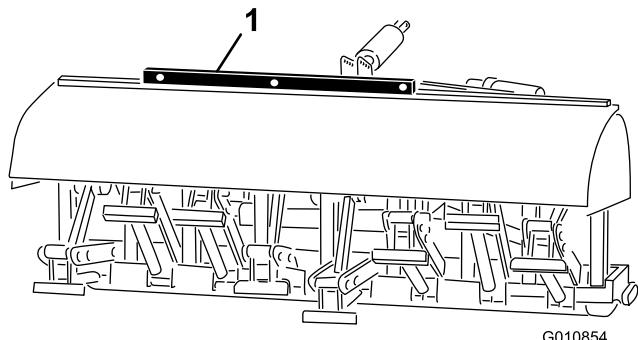

Figura 25
2. Coloque a régua de nível na parte superior da estrutura do arejador para verificar o nivelamento lateral (Figura 25).